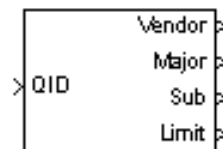

Figura 2.4 Bloque OPC Quality Parts
OPC QUALITY PARTS: Obtiene del vector Quality ID (Q) proporcionado por el bloque OPC READ, información como características del fabricante, estado del dispositivo y errores que se pueden generar en el mismo (Figura 2.4).